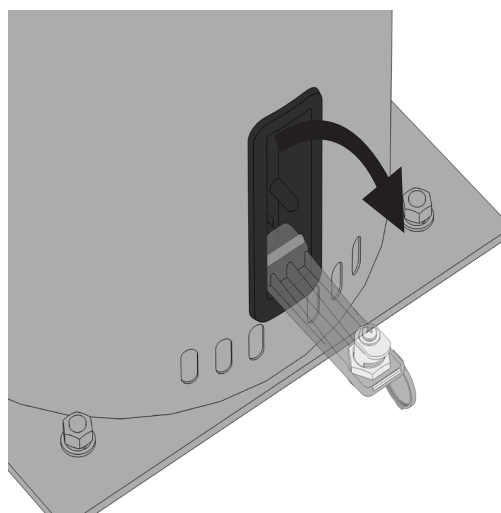

Рис. 6
3. Не вынимая ключ, потяните рычаг расцепителя на себя (рис. 6).